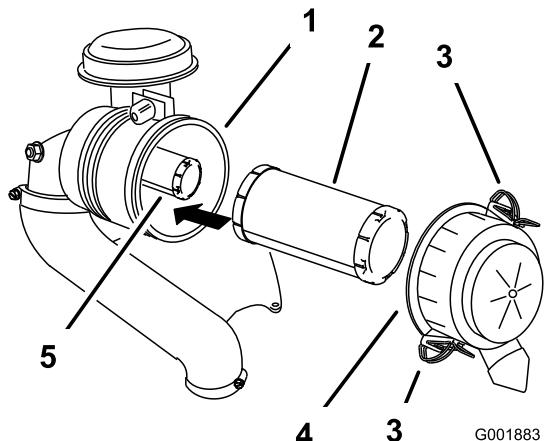

Figure 26
3. Déverrouillez le filtre à air et détachez le couvercle du boîtier du filtre (Figure 26).
5. Sortez le préfiltre du boîtier du filtre avec précaution (Figure 26).
2. Si vous remplacez l'élément de sécurité, insérez-le avec précaution dans le boîtier du filtre (Figure 26).
3. Glissez ensuite le préfiltre sur l'élément de sécurité avec précaution (Figure 26).
4. Reposez le couvercle du filtre à air, le côté portant l'inscription **UP** en haut, et verrouillez-le (Figure 26).